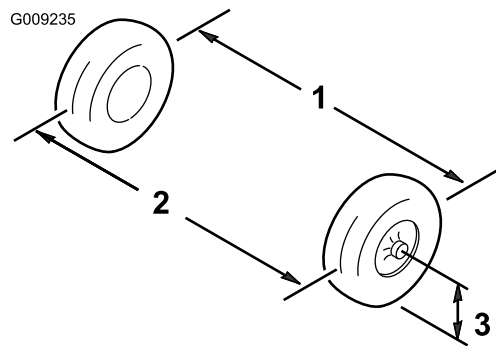

Figure 57
- Mesurez la distance entre les roues avant à hauteur d'essieu, à l'avant et à l'arrière des roues (Figure 57).